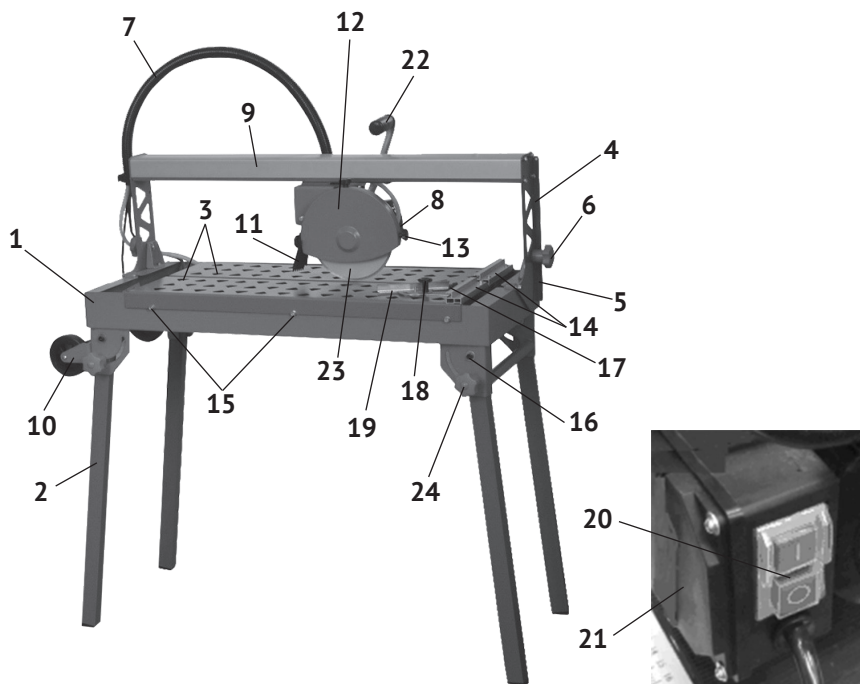

рис.1
1.6 Общий вид и элементы плиткореза представлены на рис.1
1.7 Асинхронный двигатель (рис.1 поз.8) с блоком управления (рис.1 поз.21) и выключателем (рис.1 поз.20) крепится на кронштейне. Кронштейн, двумя колёсами на монорельсе, перемещает блок режущий (двигатель с блоком управления и отрезным кругом) по салазкам (рис.1 поз.9) вдоль длины рабочего стола (рис.1 поз.3). На вал якоря, между опорным и зажимным фланцами крепится отрезной круг (рис.1 поз.23). Это основной рабочий инструмент плиткореза.
1.8 Выключатель – магнитный пускатель (рис.1 поз.20) расположен на блоке управления. Он имеет две кнопки: зелёная с символом «I» - включение двигателя и красная с символом «0» - выключение двигателя.
На крышке защитного кожуха (рис.1 поз.12) стрелкой указано направление вращения круга.
- вставить ножки (рис.1 поз.2) в отверстия кронштейнов основания (рис.1 поз.1) и закрепить их винтами (рис.1 поз.16). В этом положении ножки могут складываться для транспортировки;
- фиксация ножек в рабочем положении осуществляется винтами (рис.1 поз.24);
- прикрепить (если не установлены) к основанию кронштейны с колёсами (рис.1 поз.10);
- закрепить рукоятку головки режущей (рис.1 поз.22) на кронштейне двигателя;
- закрыть отверстие в поддоне (рис.1 поз.1) пробкой (входит в комплект поставки) и залить воду так, чтобы заборная часть насоса была полностью погружена в воду.
- проверить шлангоукладчик (рис.1 поз.7) со шлангом, не перекручен, свободно перемещается за блоком режущим;
- ослабить с двух сторон винты фиксации угла наклона (рис.1 поз.6);
- повернуть салазки (рис.1 поз. 9) с режущим блоком на нужный угол, по показателям шкалы (рис.1 поз.5);
- снять кожух защитный (рис.1 поз.12), открутив два винта-барашка (рис.1 поз.13);